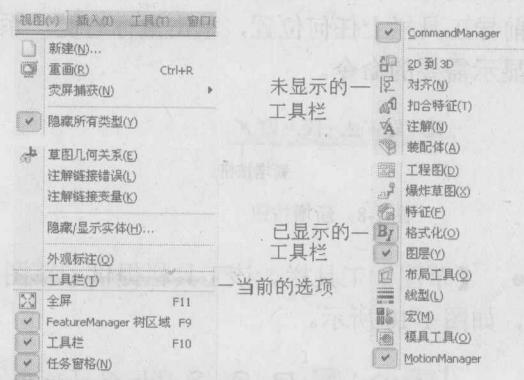

图 1-6 工具栏配置方式之二
- 选择菜单命令【视图】/【工具栏】后，单击选择需要配置的工具栏名称，即可将其在界面中显示。按钮灰化表示已经显示，如 特征(E)，反之可取消显示，如 特征(E)，如图 1-6 所示。